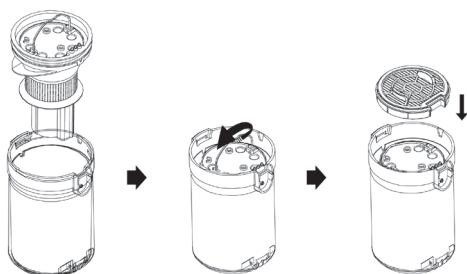

Рис. 6
- Вставьте циклонный фильтр обратно в контейнер-пылесборник и присоедините к нему входной HEPA фильтр (Рис. 6).